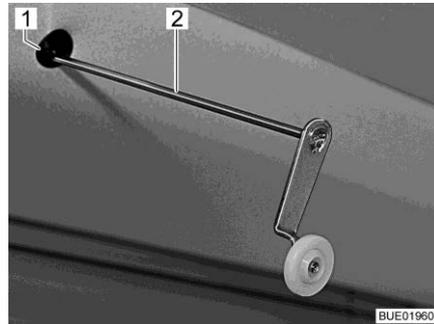

Bild 140 Kurbel für Notbetrieb
- Beiliegende Kurbel (Bild 140,2) oder Innensechskantschlüssel in die Aufnahme (Bild 140,1) am Motor stecken. Die Aufnahme befindet sich im Ausschnitt der Blende oben links am Hubbett.